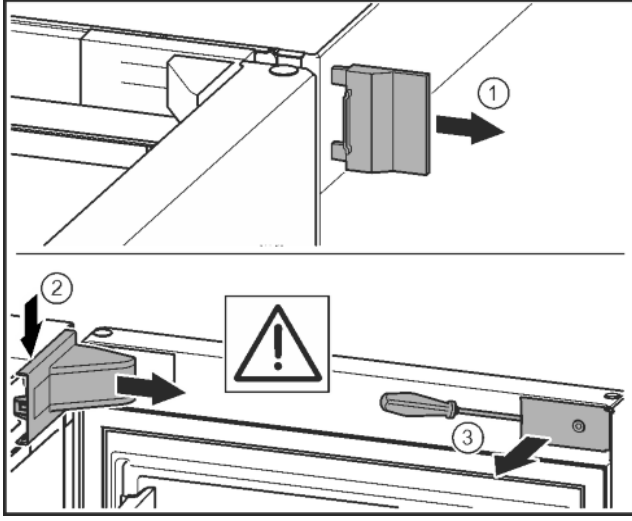

Fig. 7
- Dış kapağı sökün. Fig. 7 (1)
- Yatak mesnedinin kapağını bir tornavida yardımıyla yerinden çıkartın ve çözün. Yatak mesnedinin kapağını kaldırın. Fig. 7 (2)
- Kapağı düz tornavidayla çıkartın ve yana çevirin. Fig. 7 (3)